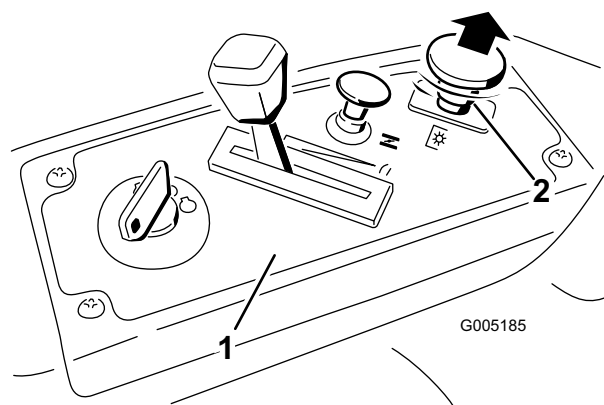

Figure 11
- Tirez sur la commande des lames pour engager les lames (Figure 11).